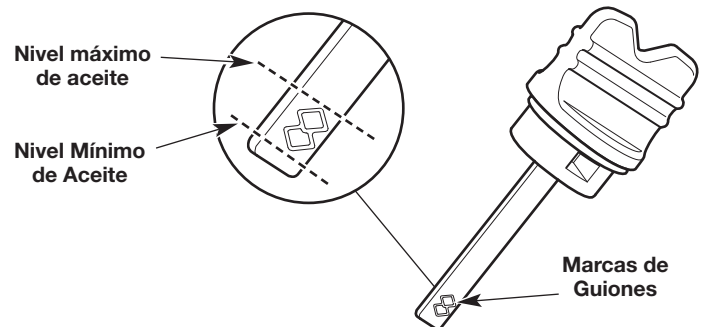

Fig. 31
5. Limpie el aceite de la varilla del nivel de aceite (Fig. 31) con un trapo limpio.
7. Revise el nivel de aceite que indica la varilla. El aceite debe cubrir las marcas de guiones (Fig. 31).